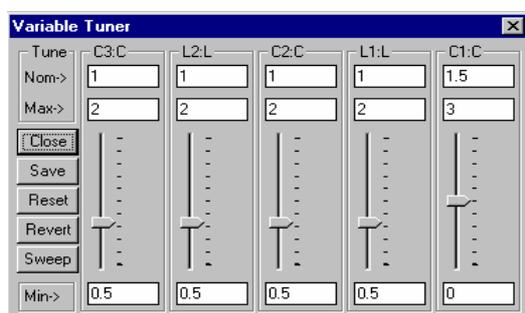

Рис. 3.15. Подстройка параметров
**Использование окна просмотра.** Прежде, чем оптимизировать цепь, необходимо задать варьируемые параметры и ввести ограничения на их величины. Это может быть легко выполнено, выбирая на схеме символ элемента, как указано на шаге 8. Альтернативный и более быстрый путь — использование окна просмотра. Щелкните на закладке **Variables**, появятся введенные данные. Выделите пункт High Pass Filter в верхней половине окна просмотра. Оно должно быть похожим на рис. 3.15.